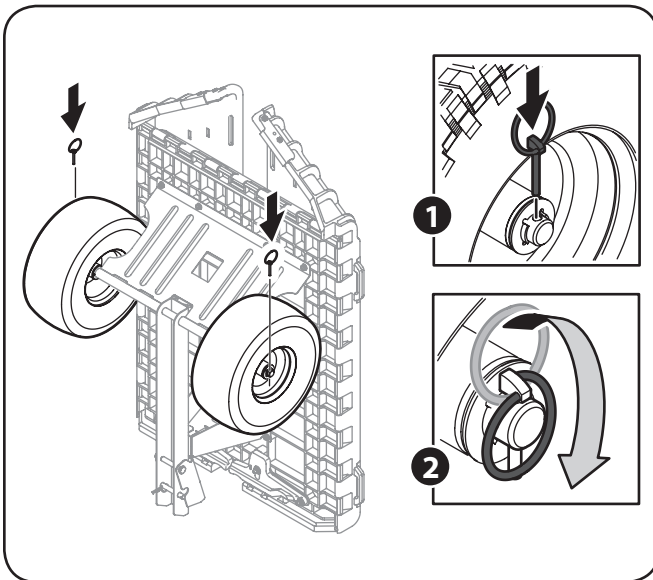

Figure 3-4
5. Installez les goupilles clips de l'ensemble de quincaillerie dans les trous de chaque extrémité de l'essieu. Repliez l'anneau de la goupille clip vers le bas sur l'essieu pour fixer les roues en place. Voir Figure 3-4.